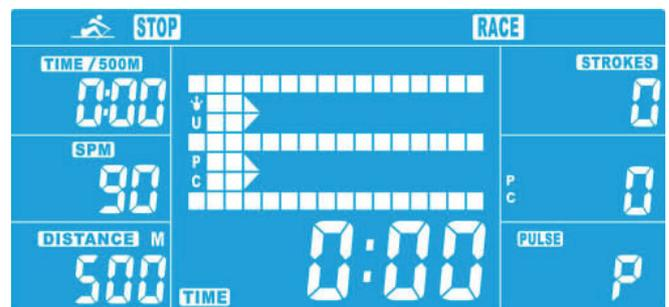

Abbildung 11
2. Drücken Sie UP oder DOWN, um SPM (Vorgabe = 10) und DISTANCE (Vorgabe = 500) einzustellen (Abb. 11). Bestätigen Sie mit ENTER.